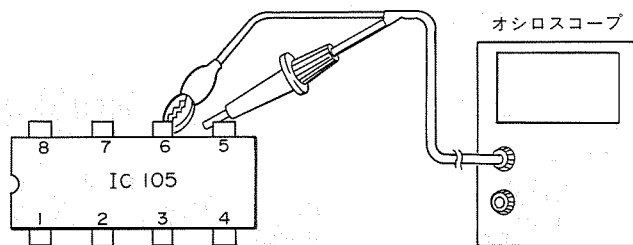

図9.5 オーバーレイ調整
1. 2現象オシロスコープを図9.5に示すように接続する。次に画面を合成画面モードにし、外部ビデオと16色カラーバーとの合成画面にする。